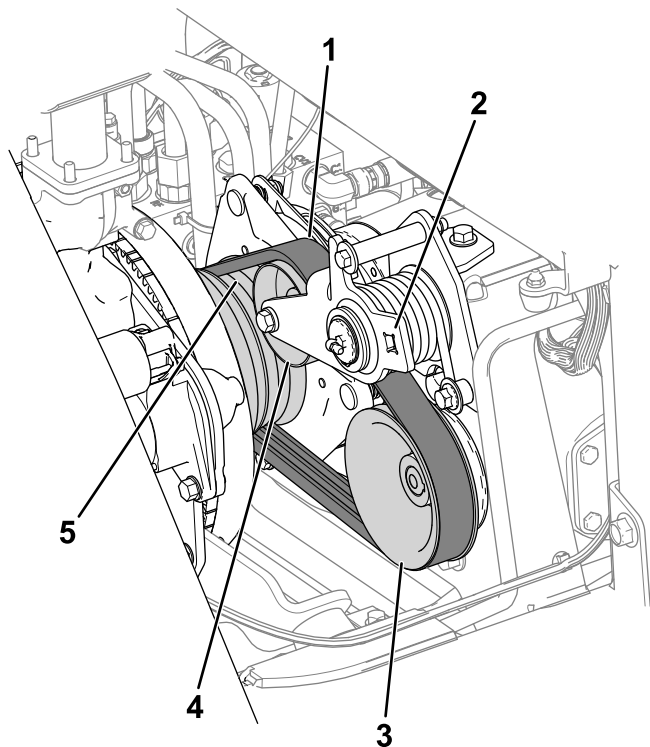

Рисунок 75
3. Установите ремень на шкив двигателя, натяжной ролик и шкив насоса (Рисунок 75).